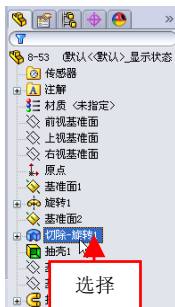

图 8-54 选择【切除-旋转 1】选项
(2) 在 Feature Manager 设计树中, 选择【切除-旋转 1】选项, 如图 8-54 所示。